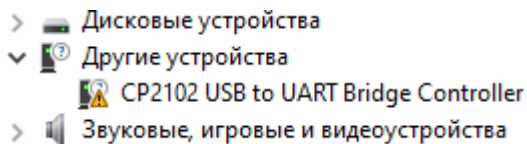

Рисунок 1. Отображение устройства в диспетчере устройств.
4. После подключения устройства запустится автоматический поиск драйверов, который завершится неудачей. Для установки драйверов найдите в «Диспетчере устройств» раздел «Другие устройства», в нем должно быть устройство «CP2102 USB to UART Bridge controller» (Рисунок 1).